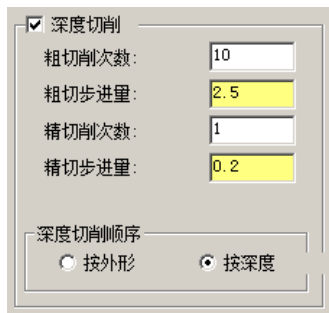

图 7.3.8 设置“深度切削”参数
Step8. 设置粗加工参数。在“多轴刀路-沿边”对话框的左侧节点中单击**粗加工**节点，切换到粗加工参数设置界面，设置图 7.3.8 所示的深度切削参数。